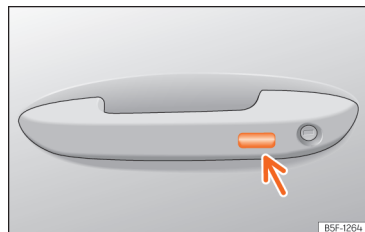

Рис. 88 Зовнішня ручка дверей: тактильний датчик.
- Або:** Скористайтеся системою безключового доступу (тільки закривання). Тримайте палець декілька секунд на тактильному датчику для замикавання >>> **рис. 88** (стрілка), доки закриються всі вікна та люк. Якщо палець прибрати, робота функції закривання буде перервана.
Щоб закрити люк, кілька секунд потримайте палець на тактильному датчику **»» рис. 88** (стрілка) зовнішньої ручки дверей. Якщо палець приберати, робота функції закривання буде перервана.